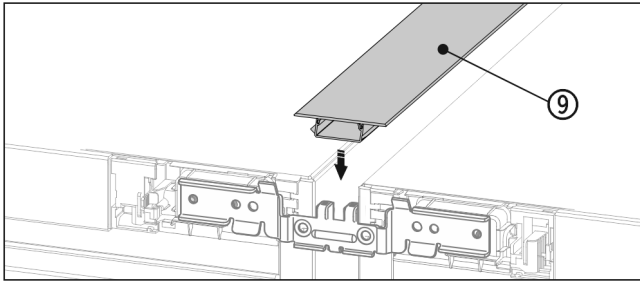

Fig. 21
- ▶ Suruge ülaküljel lühike katteliist Fig. 21 (9) horisontaalsesse pilusse.